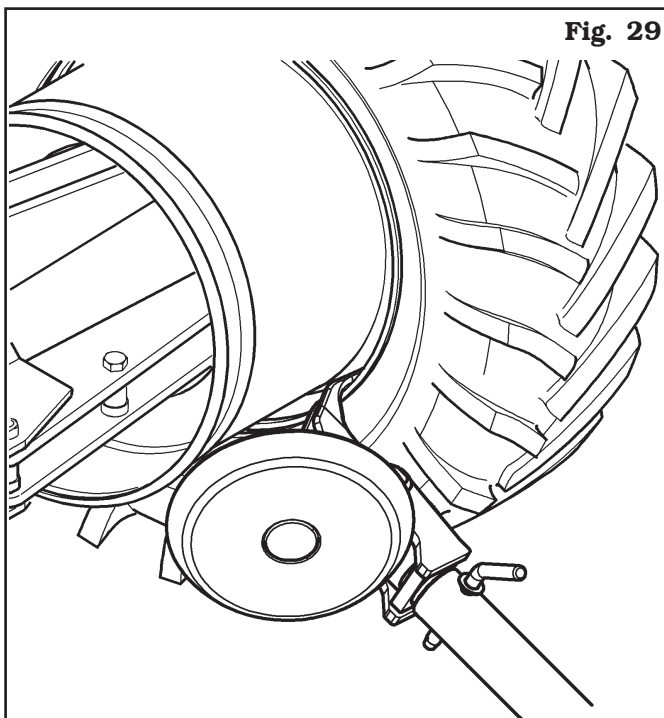

Fig. 29
- Avanzar con el útil hasta hacer coincidir la muesca de referencia en eje con el borde exterior de la llanta a una distancia de 5 mm (0.2") de la misma (véase **Fig. 29**).